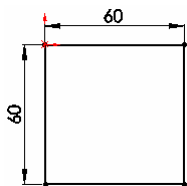

图 5-11 绘制的草图
- ① 设置基准面。在左侧的“FeatureManager 设计树”中用鼠标选择“上视基准面”作为绘制图形的基准面。
- ② 绘制草图。选择菜单栏中的“工具”→“草图绘制实体”→“矩形”命令，以原点为一角点绘制一个边长为 60 的正方形，结果如图 5-11 所示。